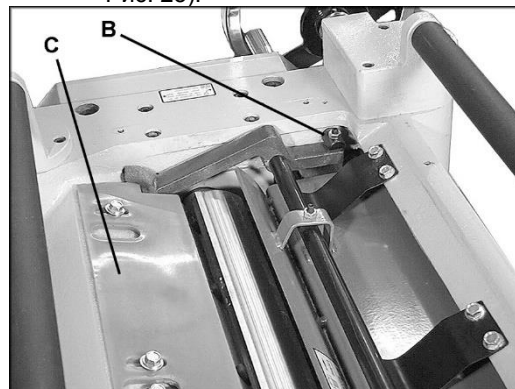

Рис. 25
- Ослабьте стопорные гайки (B, см. Рис. 25) с обеих сторон планки и прокрутите установочные винты.
- Когда прижимная планка коснется верхней части мерного блока, затяните стопорные гайки (B, см. Рис. 25).
Щиток (C, см. Рис. 25) предотвращает попадание стружки на ролик разгрузки. Щиток следует установить на расстоянии приблизительно равном 1,6 мм от лезвия ножа. Удостоверьтесь, что передний край устройства скошен и повторяет форму строгального вала.